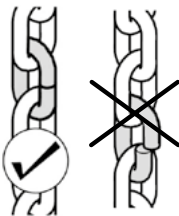
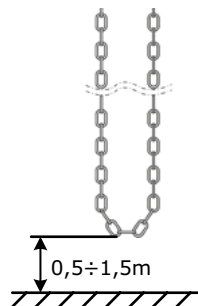

Рисунок 5
Рисунок 6
- цепь соединяется и разъединяется с помощью соединительных звеньев другого цвета. Кромки соединительного звена цепи должны располагаться точно друг над другом (рис. 5). Край цепи аварийного ручного управления в собранном состоянии должен находиться на высоте  $0,5 \div 1,5$  метра (рис. 6). При необходимости укоротите цепь. Максимальная длина цепи в комплекте поставки привода 10 м. Если длины цепи недостаточно, то требуется приобретать отдельно цепь требуемой длины.